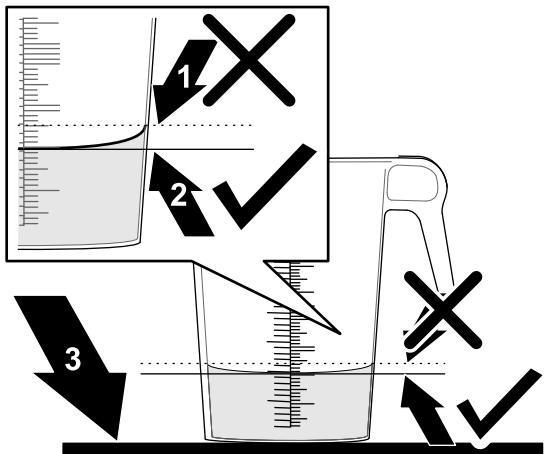

Bild 83
10. Stellen Sie den Behälter mit der Skala auf eine ebene Fläche und notieren Sie das Flüssigkeitsvolumen (**Bild 83**).